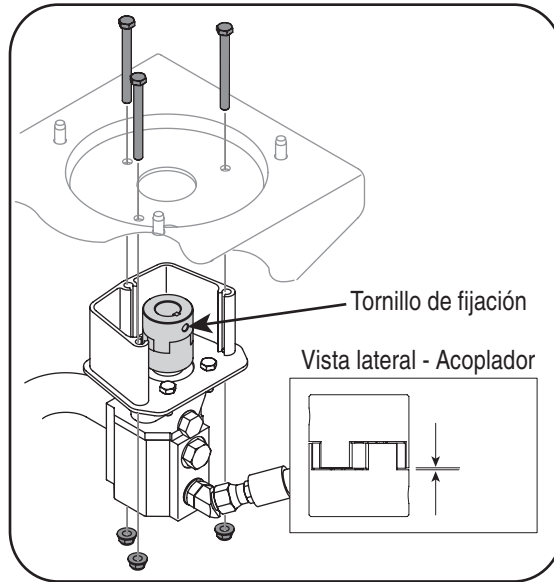

Figura 5-3
1. Retire las tres tuercas que ajustan la bomba al protector del acoplamiento. Hay dos tuercas en las esquinas de abajo y una en el centro, arriba. Vea la Figura 5-3.
10. Ajuste el espacio/la separación entre .010" y .060" entre la "araña" de nylon y el medio acoplamiento del motor deslizando un calibrador de separación o una cubierta de cerillas de papel entre la "araña" de nylon y el medio acoplamiento de motor y moviendo el medio acoplamiento de la bomba según sea necesario. Ajuste el medio acoplamiento de la bomba con el tornillo de fijación. Vea la Figura 5-3.